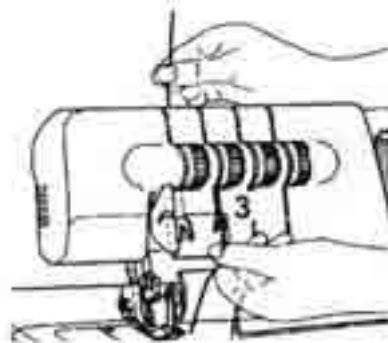

Fig. 26
3. Sujete el hilo con el dedo y páselo a través del disco del selector de tensado de hilo 15 tirando a continuación hacia abajo (3) (Fig. 26).